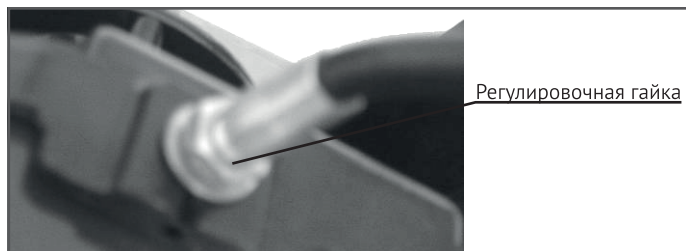

Рис.10
- Поверните регулировочную гайку на Рис.10 по часовой стрелке для натяжения; или против часовой стрелки для ослабления.